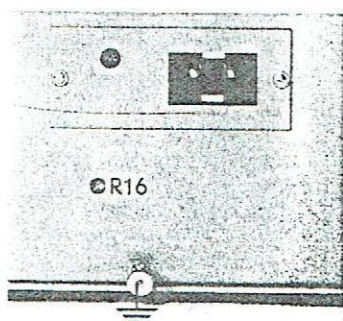

Fig. 4. Adaptateur de tension secteur
À l'aide d'un adaptateur de tension, l'appareil peut être adapté aux tensions secteur de 110, 125, 145, 200, 220 et 245 V. La valeur de la tension se lit à travers l'ouverture circulaire ménagée dans la paroi arrière. L'adaptation à une tension secteur différente s'effectue comme suit (voir la fig. 4):
- à l'aide de la borne de masse, montée à l'arrière de l'appareil, voir fig. 4